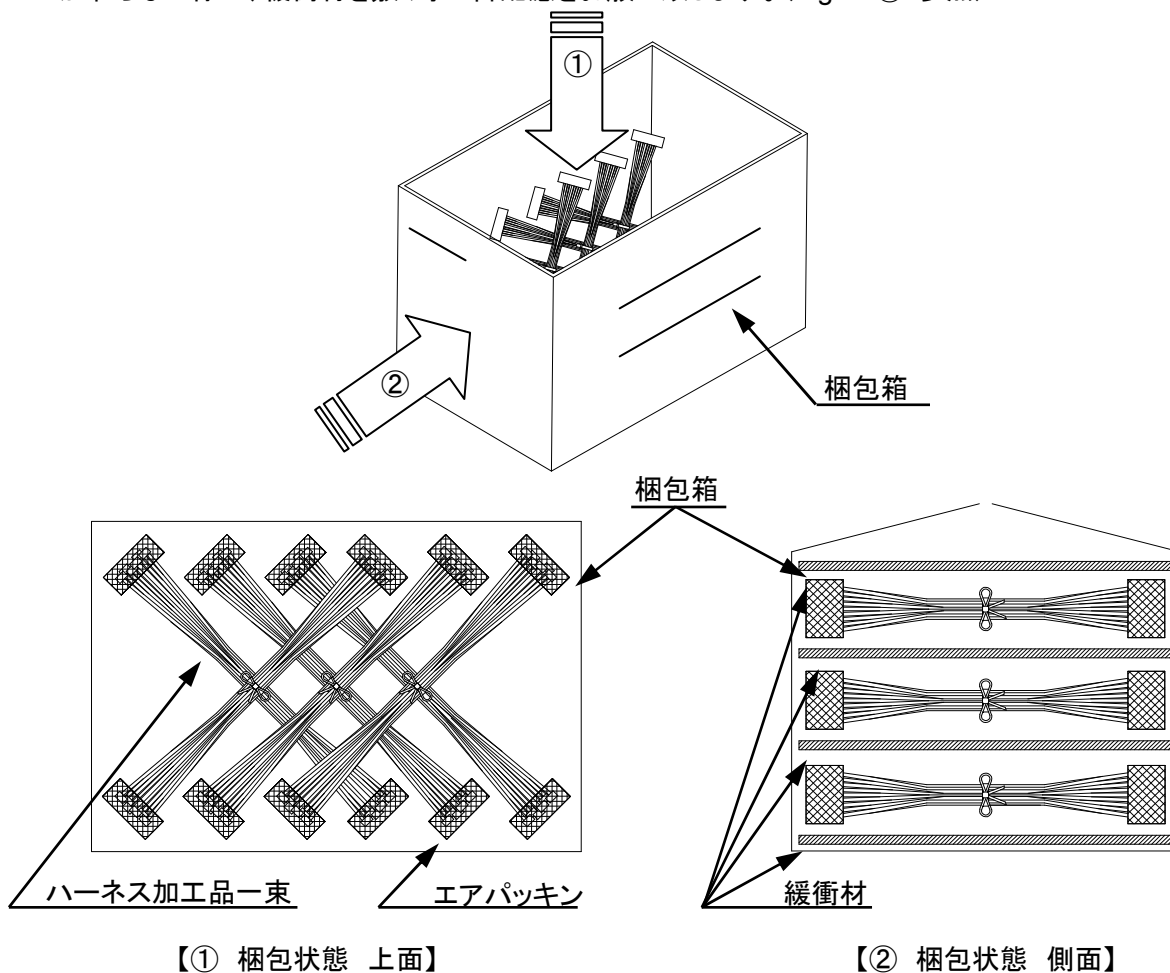

Fig.8 梱包状態図
尚、下図 (Fig. 8) は推奨参考例ですが、ハーネス長が長いなどの理由で他の梱包方式でご使用される場合にも段積みによる加重等の負荷がコネクタに長時間加わらない様ご配慮をお願い致します。
※ハーネス加工品の束を梱包箱に入れる際、積み重ねによる荷重等の負荷がコネクタに長時間加わらない様に、箱に合わせた形で製品を交互(十字型)に重ね合わせて下さい。(Fig.8 ① 参照)
※梱包箱底面には、緩衝材等を敷いて下さい。また、段積みによる荷重等の負荷がコネクタに長時間加わらない様に、緩衝材を敷く等の御配慮をお願い致します。(Fig.8 ② 参照)